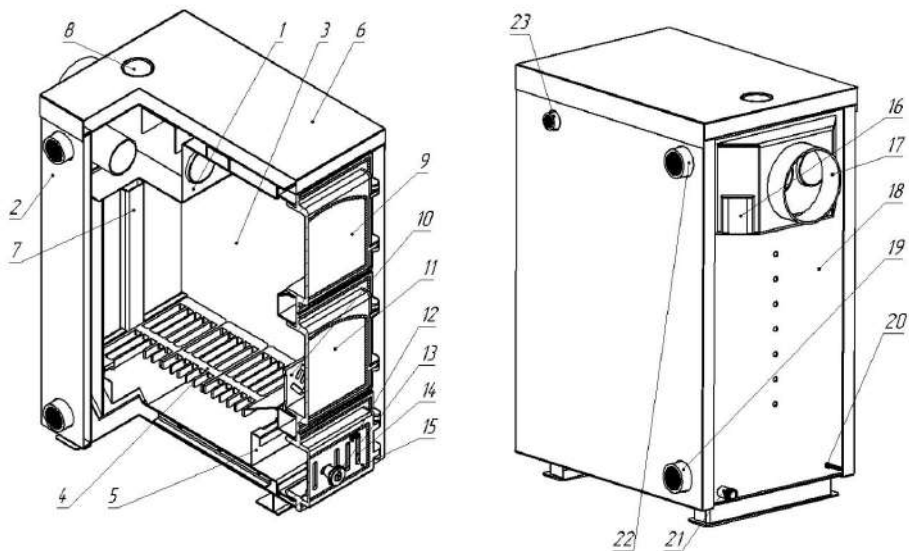

Рис. 1 Конструкция отопительного котла
4.6.4. Эксплуатировать котел при неполном заполнении системы отопления водой и с открытыми дверцами (поз.9,11,15) (см. рис.1).
5.1. Котел (рис.1) состоит из корпуса (поз. 18), топки (поз.3), теплообменника (поз. 1), дымохода (поз. 17).